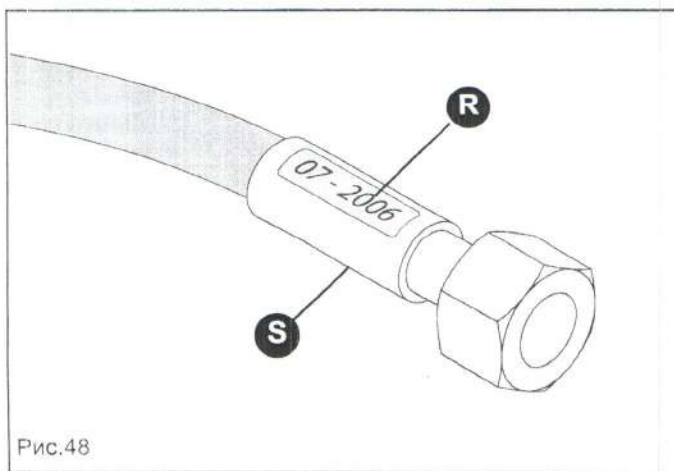

Рис.48
- Срок использования гидродинамических труб не должен превышать 5 лет, даже если они не использовались (натуральное устаревание). На Рис. 48 (R) приведен пример по году производства гидродинамических труб.
- утечка вблизи арматуры трубы (S, Рис. 48);
- коррозия арматуры (S, Рис. 48);
- после 5 лет производства (R, Рис. 48).